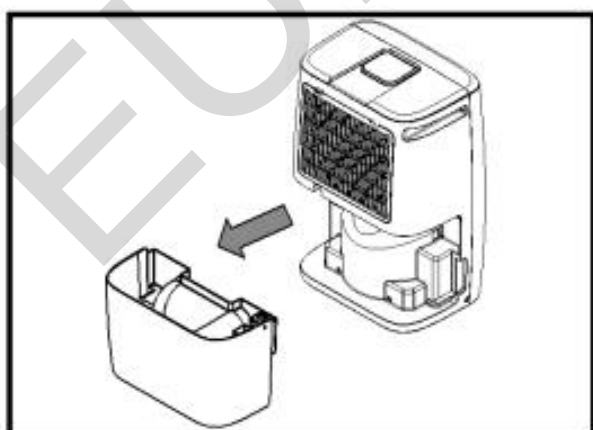

Fig. 5
1. Vegye ki a víztartályt! (Fig. 5)